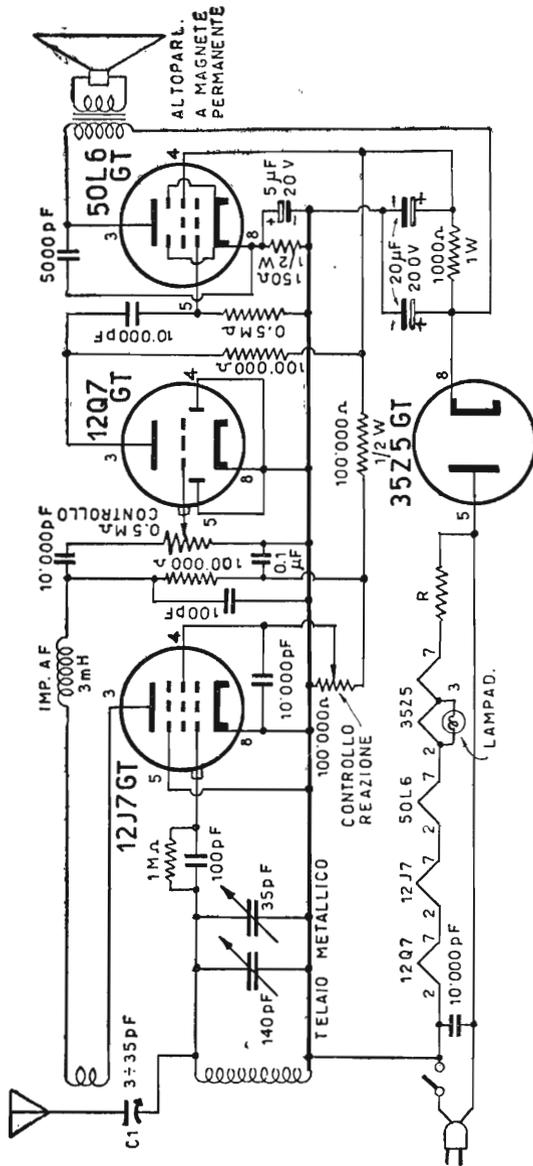
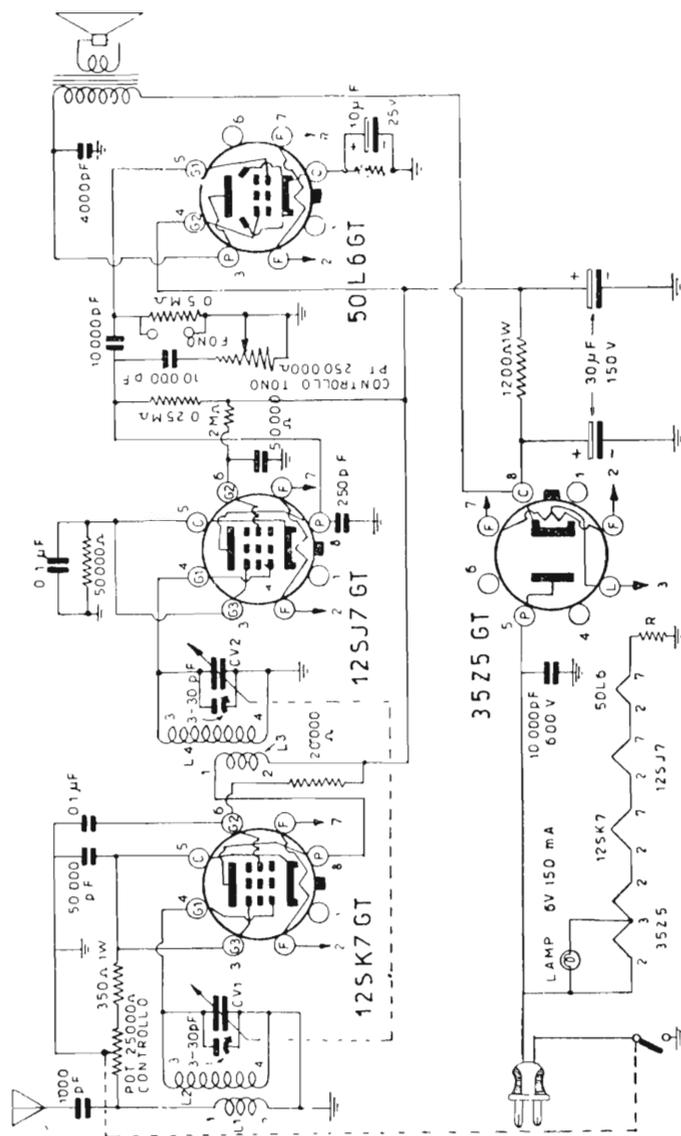

Fig. 13.50. — « Quattro valvole » senza trasformatore di alimentazione.
Fig. 13.59. — Schema di apparecchio a 4 valvole, ad amplificazione diretta in alta frequenza, con controllo di volume e di tono.
**Apparecchio a 4 valvole per onde corte.** — I filamenti delle quattro valvole dell'apparecchio per OC di fig. 13.50 richiedono 110 volt d'accensione senza lampadina per la scala parlante, e 107 volt con tale lampadina. La resistenza  $R$ , v. schema, in serie ai filamenti, è di 20 ohm 1 watt qualora la rete-luce sia quella di 110 V e venga usata la lampadina. Non è necessaria nessuna resistenza in serie ai filamenti per tale tensione della rete-luce, qualora non venga adoperata la lampadina della scala.
**Apparecchio a 4 valvole ad amplificazione diretta.** — Un buon apparecchio ad amplificazione diretta, perciò senza reazione, può venir realizzato in base allo schema di fig. 13.59. Le valvole utilizzate sono: una 12SK7 GT amplificatrice in alta frequenza, una 12SJ7 GT rivelatrice a caratteristica di placca, una 50L6 GT amplificatrice finale e una 35Z5 GT rettificatrice della tensione della rete-luce. I filamenti delle quattro valvole sono in serie, collegati alla rete-luce tramite una adeguata resistenza  $R$  di caduta, il cui valore è quello stesso della resistenza  $R$  di fig. 13.50.